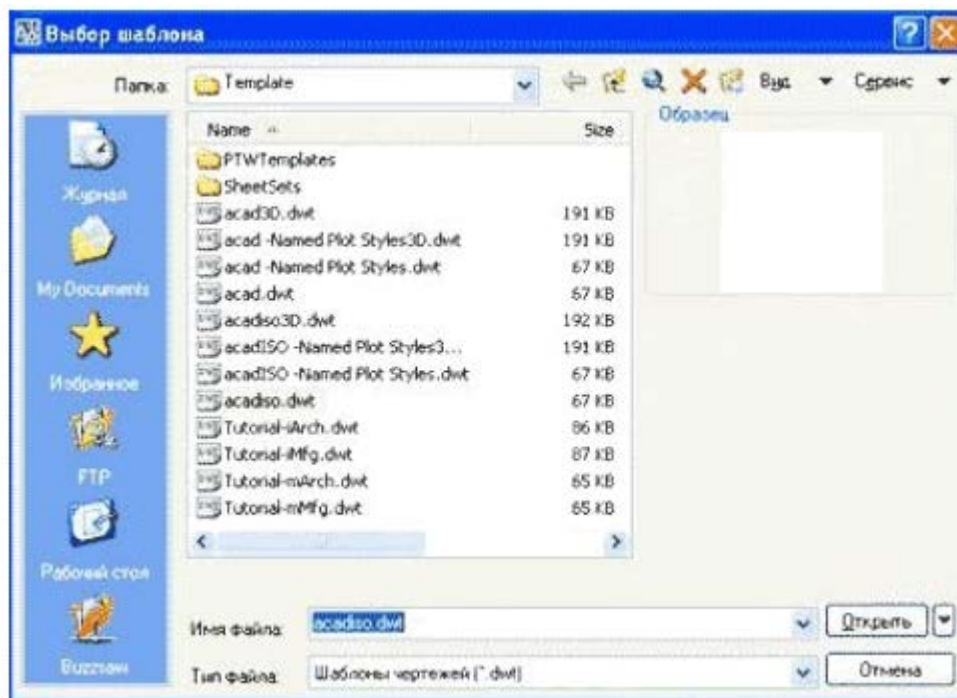

Рис. 2. Диалоговое окно Выбор шаблона (Select Template).
- Выберите из меню команду Файл ➤ Создать (File ➤ New). На экране снова появятся панели инструментов и командное окно, но, прежде чем создать новый документ, AutoCAD предложит вам выбрать шаблон (template) для этого документа с помощью диалогового окна Выбор шаблона (Select Template), см. Рисунок 2.